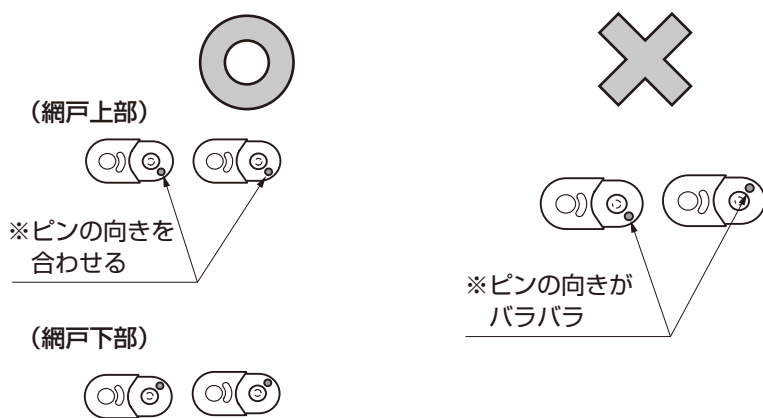

図14-1 キャタピラの向き
①図14-1のようにキャタピラの向きに注意しながらはめ込んでください。